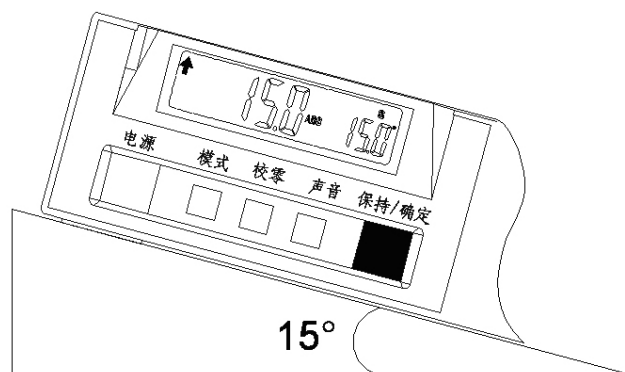

图 G-8
4) 轻压【保持/确定】按钮一次，坡度计退出当前测量，返回相对角测量模式，见图 G-8；